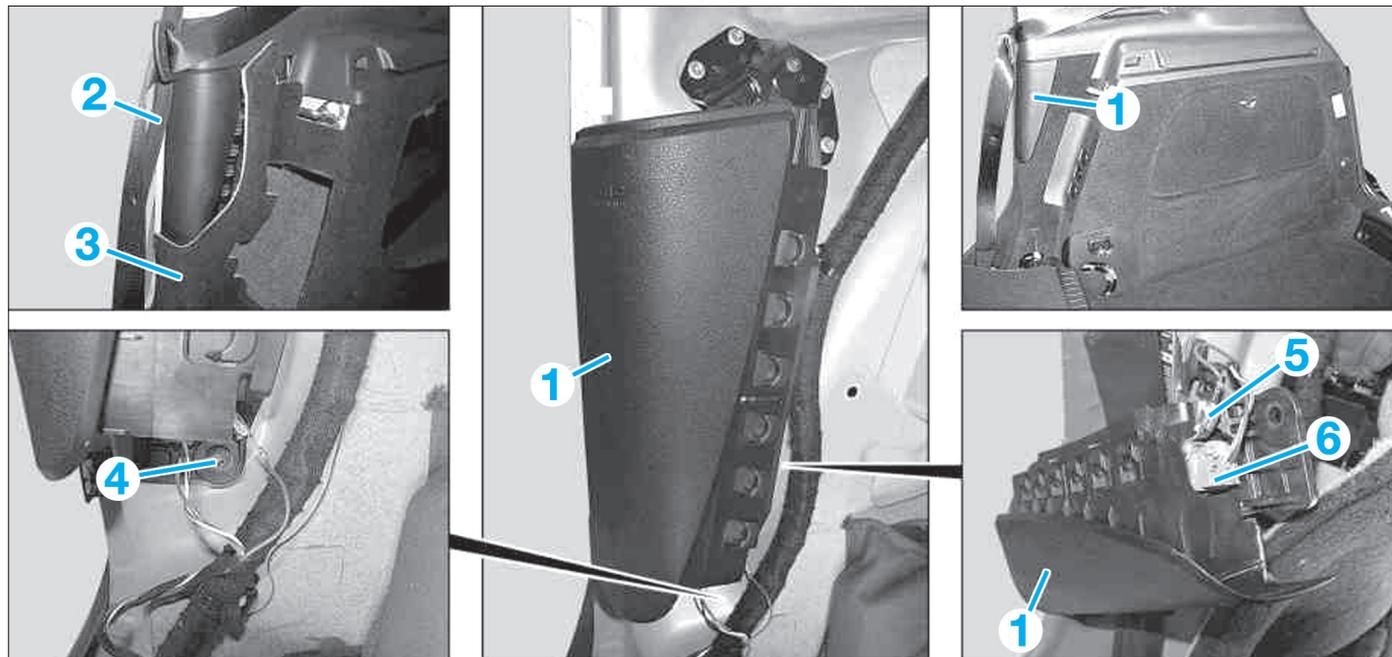

FIG. 8
- Attenant à l'airbag latéral arrière (1) (Fig.8) :
- enlever le joint d'encadrement de porte (2),
- mettre de côté la garniture (3).